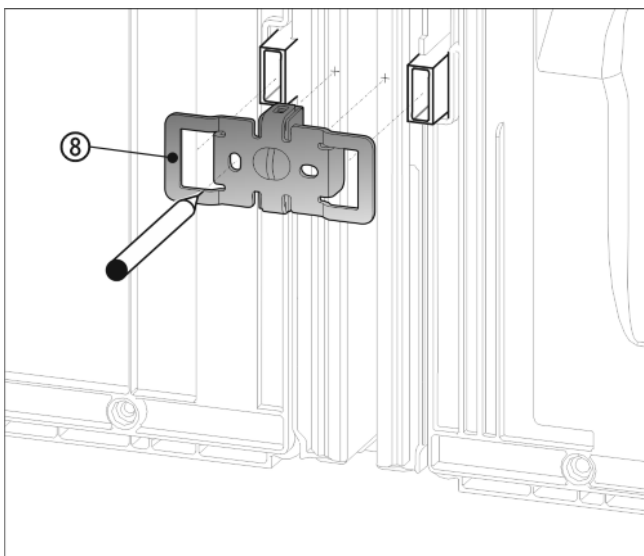

Fig. 10
- ▶ Всунути кут Fig. 10 (8) з виїмками через кріплення для пристінної розпірки